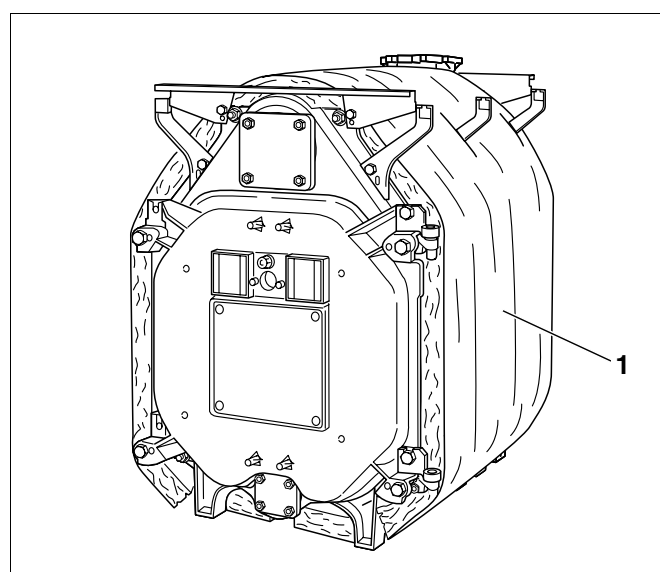

Fig. 41 Kjelblokk med isolasjon
- Isolasjonen som følger med (Fig. 41, **Pos. 1**) passer til kjelens størrelse. Isolasjonen skal plasseres på kjelblokken som beskrevet i skjemaet i figur 42 (sifrene over isolasjonen som er foldet ut angir antall kjelelementer).